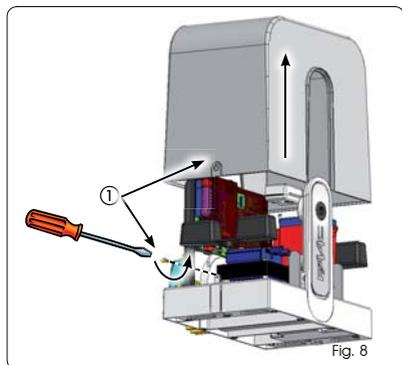

Fig. 8
1. Retire el cárter de protección aflojando los dos tornillos laterales específicos y levantándolo (Fig. 8).
La Fig. 8 y la Fig. 9 se refieren al operador C720